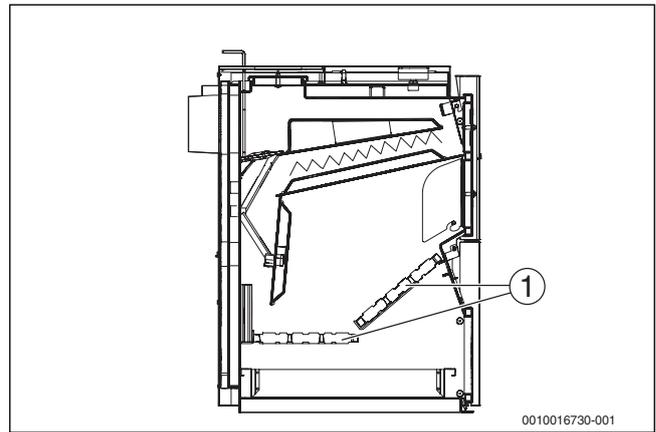

Рис. 22 Положение решёток
► Установите решётки в котёл, как показано на рисунке (→ рис. 22, стр. 18).